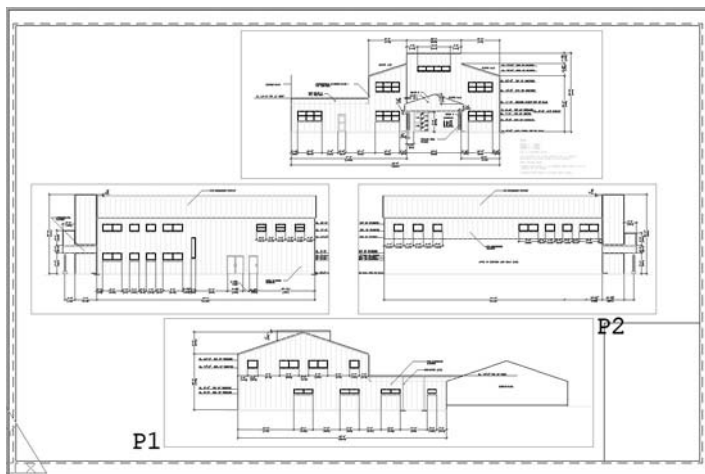

Fig.24.6
- 4 Cliquer sur **Définir fenêtre** (Define Window) pour délimiter la fenêtre de la vue dans le dessin. Pointer P1 et P2 (fig.24.6).